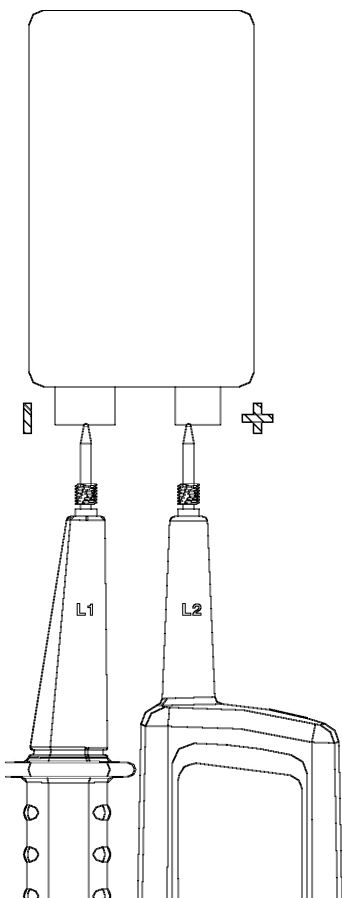

Abb. 2 DC Spannungsmessung
2. Verbinden Sie die Prüfspitzen L1 und L2 mit dem zu messenden Objekt (siehe Abb.2)